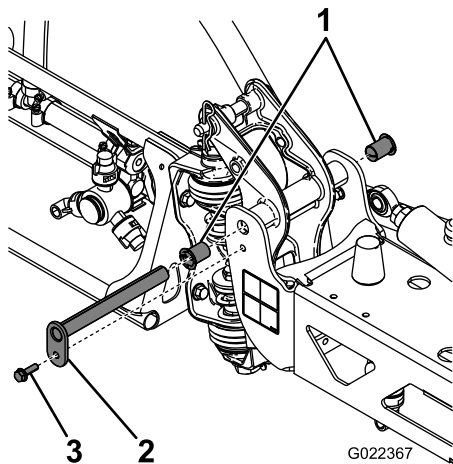

図 46
3. ブームを支えておきながら、ピボットピンをブームアセンブリに固定しているボルトとナットを取り外す 図 46。
6. ナイロンブッシュを取り外し、ピボットブラケットの前面および後面側から見て点検する 図 46。
8. センターフレームにブーム&ピボットブラケットアセンブリを取り付け、開口部を整列させる 図 46。